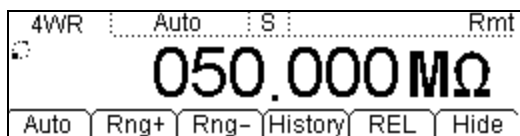

図 2-21 4 端子抵抗測定画面
2. フロントパネルの  $\Omega$  ボタンを 2 回押して、図 2-21 のように 4 端子抵抗測定動作にします。